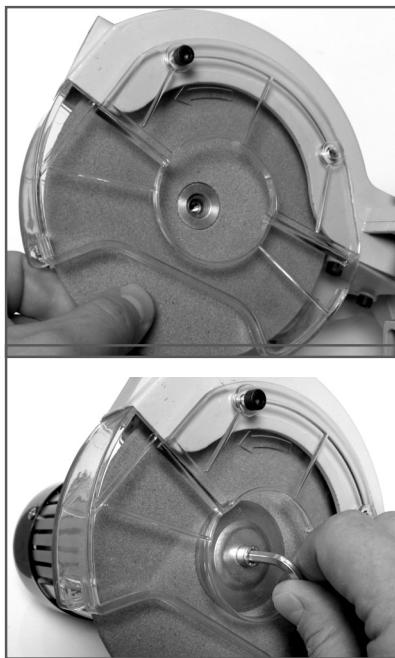

Рис. 5 Установка заточного диска
4. Установите заточной диск на фланец, установите прижимную шайбу и затяните винт крепления заточного диска (Рис. 5). Зафиксируйте вал электродвигателя от проворачивания, удерживая заточкой диск другой рукой.